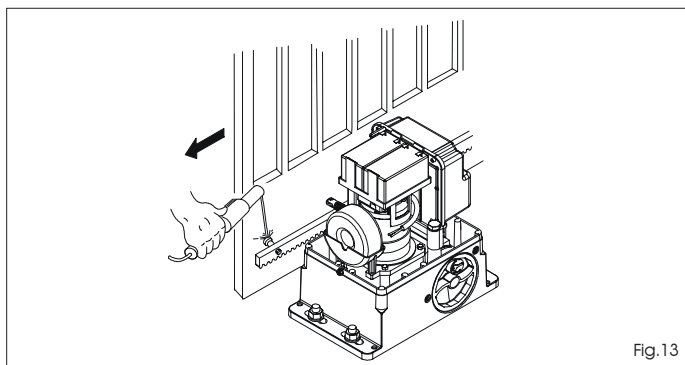

Fig. 13
- 3) Leg het eerste stuk van de tandheugel vlak op de pignon, en las de pal met schroefdraad aan de poort, zoals te zien is op fig. 13.
Plaats de kabels in de kanalen volgens de aanwijzingen van fig. 13, en maak de elektrische verbindingen met de gewenste accessoires.